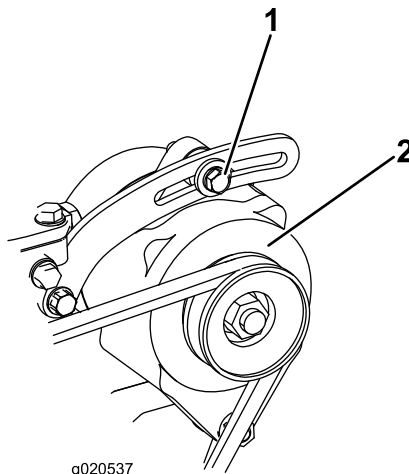

Figura 48
Controllate lo stato e la tensione delle cinghie (Figura 48) ogni 100 ore di servizio.
2. Se l'inflessione non è di 10 mm, allentate i bulloni di fissaggio dell'alternatore (Figura 48). Aumentate o riducete la tensione della cinghia dell'alternatore e serrate i bulloni. Controllate di nuovo l'inflessione della cinghia per accertare che sia esatta.